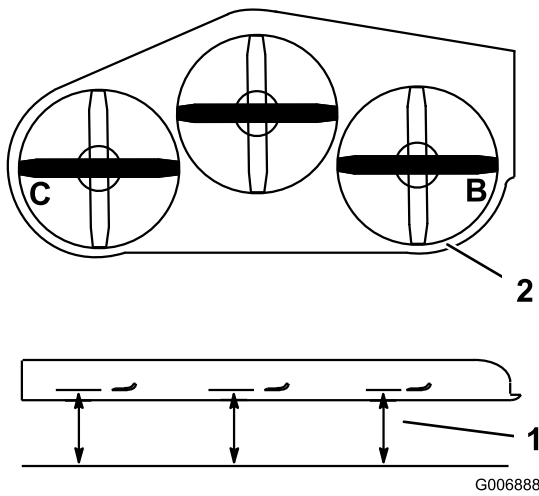

Figura 61
1. Coloque la cuchilla **derecha** en posición lateral (Figura 61).
2. Mida la cuchilla derecha en la posición **B** desde una superficie nivelada hasta el filo de corte del extremo de la cuchilla (Figura 61).
4. Coloque la cuchilla izquierda en posición lateral (Figura 61).
5. Mida la cuchilla izquierda en la posición **C** (Figura 61) desde una superficie nivelada hasta el filo de corte del extremo de la cuchilla.